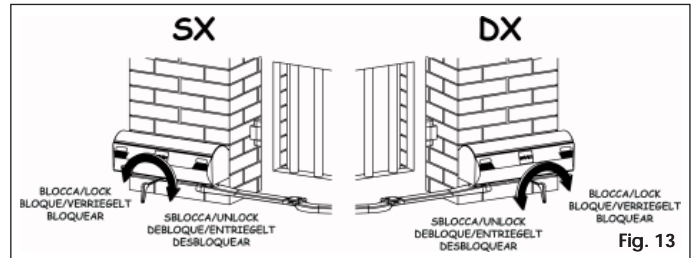

Fig. 13
- Steek de bijgeleverde inbussleutel erin en draai hem ongeveer een halve slag tot hij niet verder kan in de in Fig. 13 aangegeven richting, afhankelijk van het type montage.